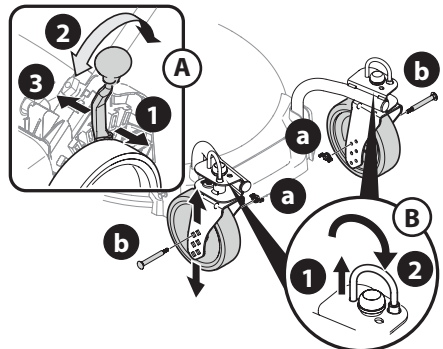

Figura 24
NOTA: La palanca de ajuste de altura de corte se ubica por encima de la rueda izquierda trasera (Recuadro A, Figura 24).
- NOTA:** La altura de corte de las rueditas giratorias se determina al seleccionar una de las seis posiciones en el montaje de cada ruedita giratoria. (Figura 24).
6. Las rueditas giratorias se pueden bloquear en una posición recta hacia adelante o para que giren libremente. (Recuadro B, Figura 24).